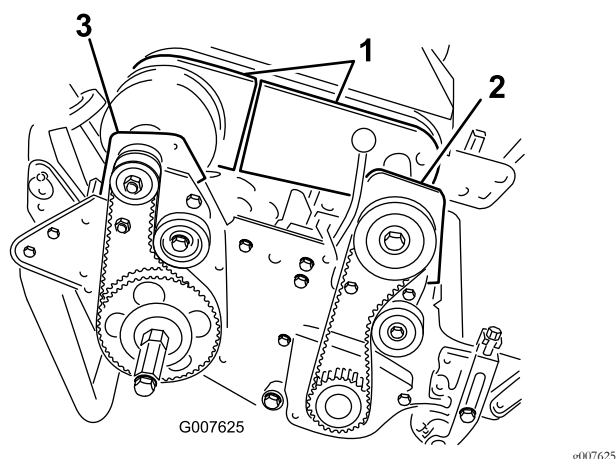

Figura 42
4. Retire los pernos que sujetan las secciones delantera y trasera de la cubierta del diferencial al alojamiento del diferencial, y separe las secciones para dejar expuesta la correa (Figura 42).
6. Retire los 2 pernos y contratuercas que sujetan el alojamiento delantero del embrague a la chapa lateral (Figura 42).
8. Retire los 2 pernos y contratuercas que sujetan el alojamiento del cojinete trasero derecho a la chapa lateral (Figura 42).